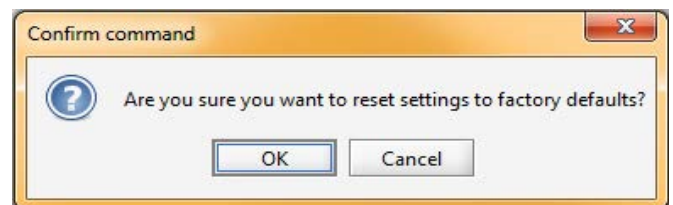

FIG. 23. Återställ inställningar
**Återställ inställningarna** – återställer systemet tillbaka till fabriksinställningarna. Skärmen kommer att be om bekräftelse. Se FIG. 23.
**Återställ lösenord** – rensar lösenordet om det förlorats eller glömts. Skärmen kommer att be om bekräftelse. Se FIG. 23.